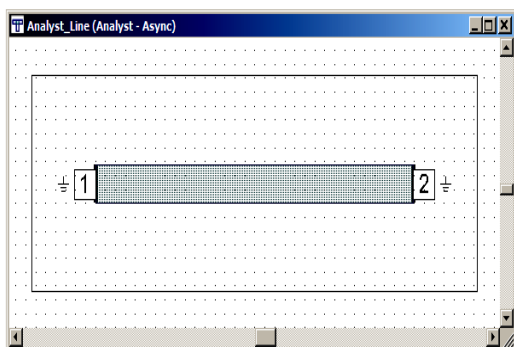

Рис. 24
4. Щёлкните правой кнопкой мышки по имени структуры **Analyst_Line** в левом окне проекта и выберите **Set Simulator**. В открывшемся окне отметьте **AWR Analyst 3D EM** и нажмите **OK**. Полученная структура показана на рис. 24.